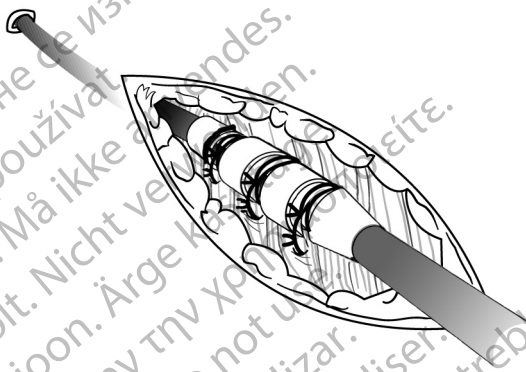

Abbildung 11. Beispiel einer Nahtmanschette, perkutane Implantationstechnik
1. Ziehen Sie die Einführschleuse ab, und schieben Sie die distale Nahtmanschette tief in das Gewebe hinein (Abbildung 11 Beispiel einer Nahtmanschette, perkutane Implantationstechnik auf Seite 31).